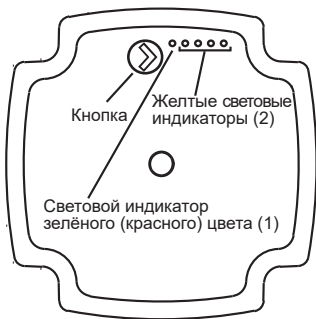

Рис. 13 Панель управления с кнопкой и пятью световыми индикаторами
Если насос обнаружит неисправность, световой индикатор (1) (см. рис. 13) изменит цвет с зеленого на красный. При этом световые индикаторы (2) (см. рис. 13) будут указывать неисправность согласно разделу 16. *Обнаружение и устранение неисправностей*.
Выбрать режим работы насоса можно с помощью кнопки на панели управления, см. рис. 13. Каждое нажатие на кнопку устанавливает следующий режим работы. Световые индикаторы на панели управления отображают установленный режим работы.